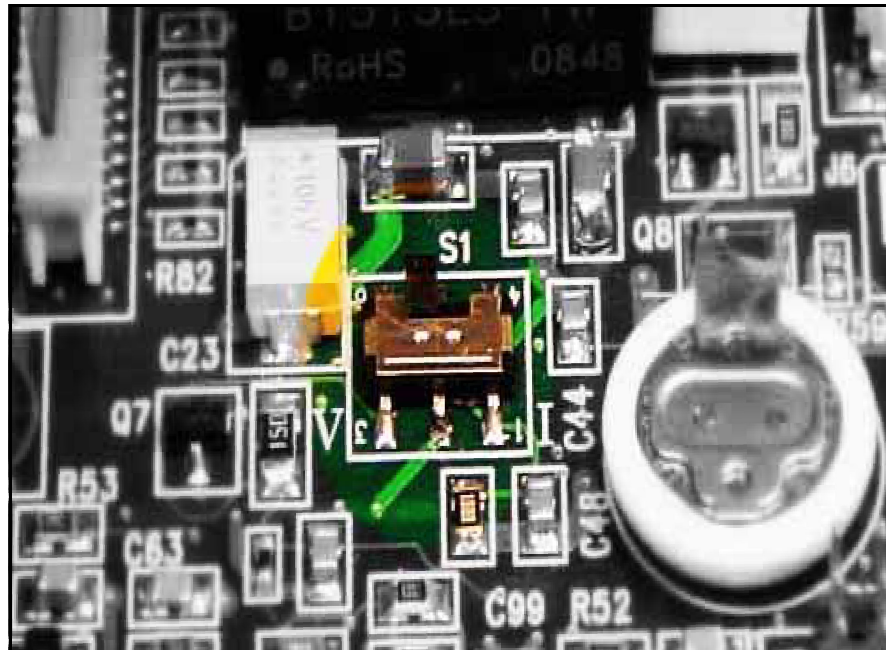

Figure 8: Commutateur S1 sur le circuit imprimé principal
Pour contrôler ou réinitialiser le commutateur **S1**, procédez comme suit (voir la Figure 8 page 5).
4. Localisez le commutateur **S1** (voir la Figure 8, zone mise en valeur).